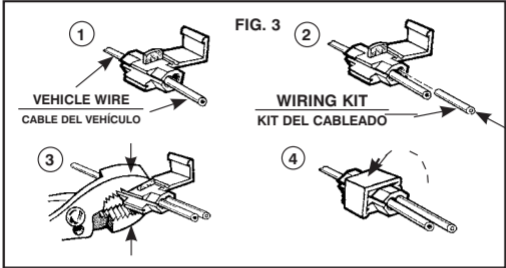

FIG. 3
3. Use the blue splices provided to join the vehicle connector wires (Fig. 2 / B) to the vehicle's corresponding wires (Fig. 2 / A) as follows: Insert the green wire and the vehicle's dark green wire into a splice, press the metal bar down with a pair of pliers and close. Repeat the above joining yellow to yellow and brown to brown (Fig. 3). Ground white wire to vehicle frame.
3. Use los empalmes azules que se proveen para unir los cables de Conectores de Vehículo (Fig. 2 / B) a los cables correspondientes del vehículo (Fig. 2 / A) como se indica a continuación: Inserte el cable verde y el cable verde oscuro del vehículo dentro de un empalme, oprima la barra metálica hacia abajo con un par de alicates y cierre. Repita las instrucciones anteriores uniendo el amarillo al amarillo y el color café al color café (Fig. 3). Conecte a tierra el cable blanco al marco del vehículo.